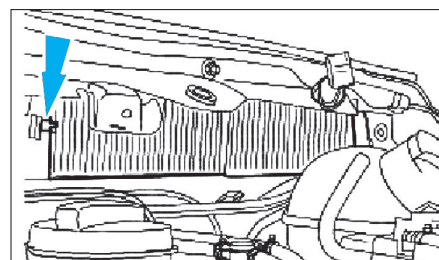

Fig. 28
- Déposer le filtre d'habitacle en libérant la languette de verrouillage (Fig.28).